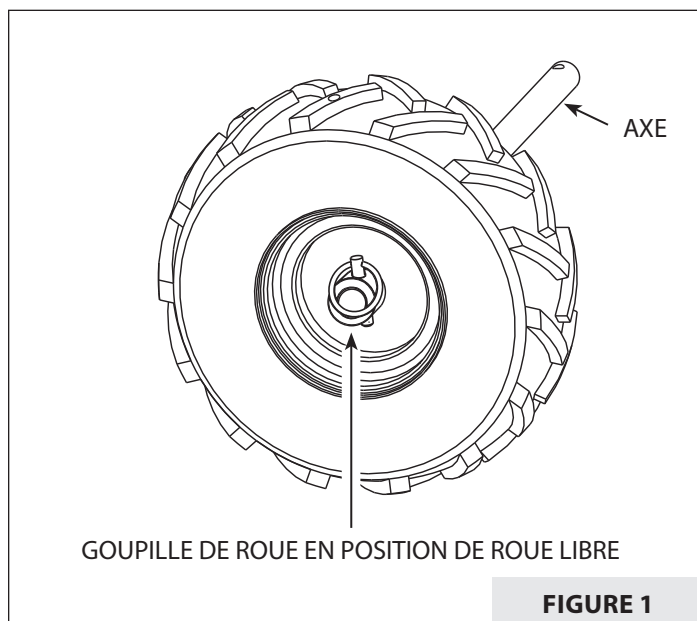

FIGURE 1
- a. Dans le carton, attacher les roues à la machine à l'aide des goupilles d'arrêt de roues **en position de roue libre**. Enfiler la roue à fond sur l'axe et insérer la goupille d'arrêt (I) à travers le trou de l'axe seulement. **VOIR FIGURE 1.**